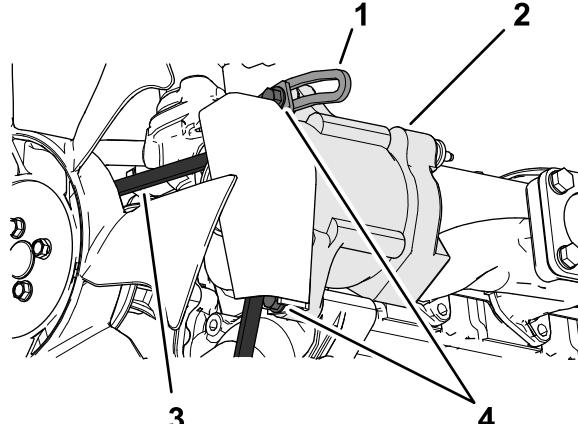

Bild 93
3. Lösen Sie die Schraube, mit der der Drehpunkt an der Lichtmaschine befestigt ist, und die Schraube, mit der die Lichtmaschine an der geschlitzten Strebe befestigt ist (**Bild 93**).